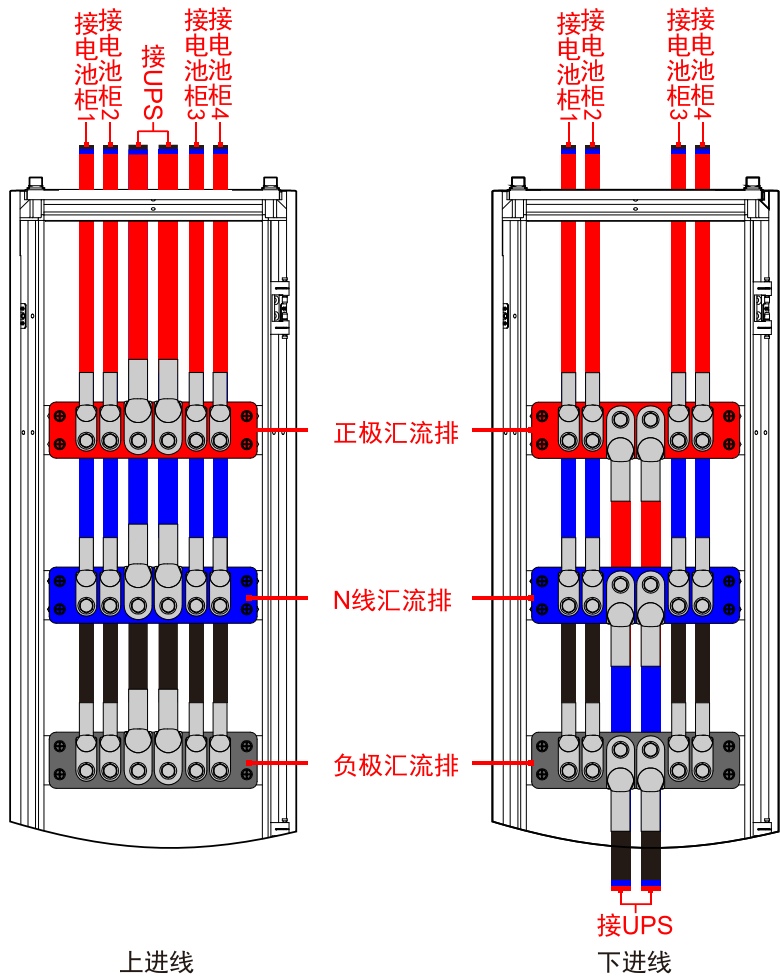

图3-37 汇流柜走线示意
- 汇流柜与锂电池柜的连接采用上进线，与 UPS 的连接可选择上出线或下出线，如图 3-37 所示。
为确保接线端子与铜排有足够的接触面积，与 UPS 连接采用上进线时，使用下侧的两个孔进行连接，采用下进线时，使用上侧的两个孔进行连接，如图 3-37 所示。